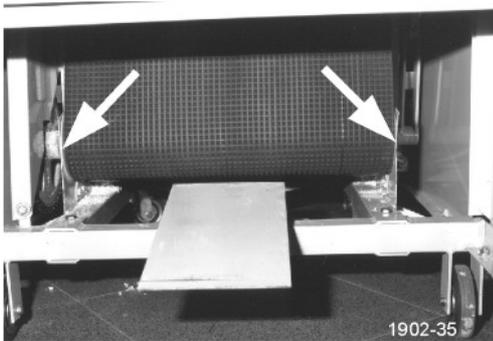

Bild 24
- 2. Auf der Antriebswalze, erkennbar durch die geöffnete Ballenauswurfklappe. (Pfeile in Bild 24)